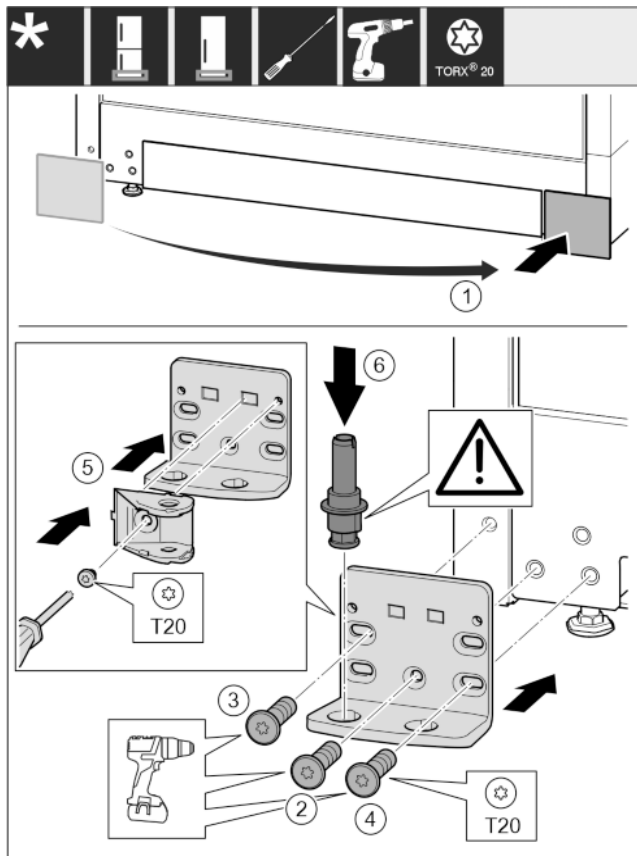

Fig. 28
- ▶ Sejměte kryt a připevněte jej na druhé straně. Fig. 28 (1)
- ▶ Nasadte stojan ložiska na druhé straně a přišroubujte pomocí šroubováku T20. Začněte šroubem 2 dole uprostřed. Fig. 28 (2)
- ▶ Pevně utáhněte šroub 3 a 4. Fig. 28 (3,4)
- ▶ Spojení tlumiče zavírání otočte o 180°. Šroubovákem T20 přišroubujte na druhé straně stojanu ložiska. Fig. 28 (5)
- ▶ Zcela vložte ložiskový čep. Přitom dávejte pozor, aby zajišťovací vačka směřovala dozadu. Fig. 28 (6)